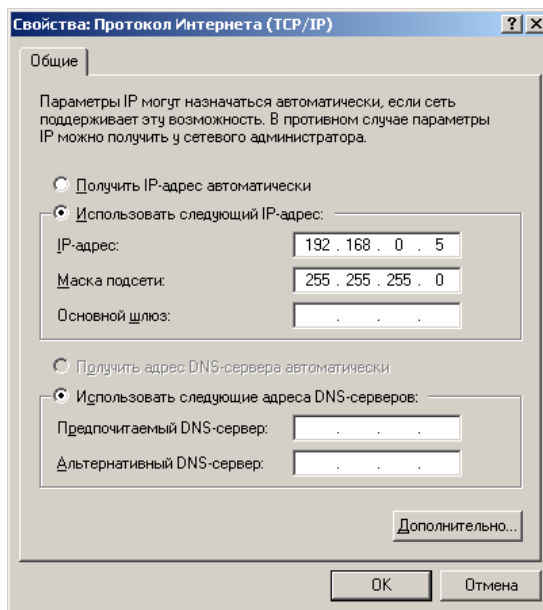

Рис. 44 Изменение IP-адреса Видеосервера
- 5 - Внести в соответствующие поля IP-адрес, маску подсети, шлюз и т.п. (Рис. 44) Указанные данные необходимо получить у Системного администратора